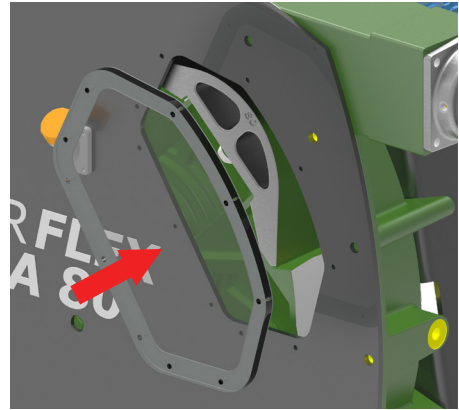

Figura 7. - Instalación de la Ventanilla de Inspección
3. Monte la unidad de la ventanilla, con los pernos y la junta encima de la cubierta frontal, alineándola como se indica en la Figura 7.